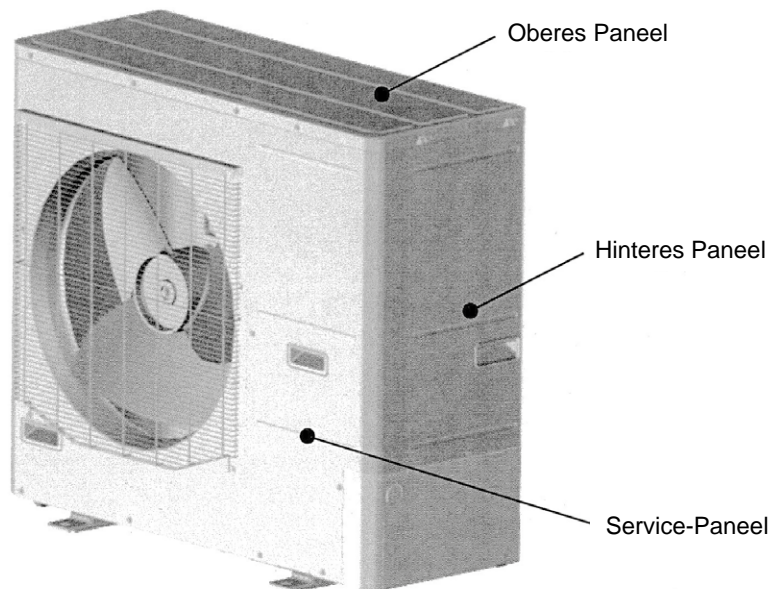

Abb. 1 Außengerät - Gesamtansicht
- a) Nach Unterbrechung des Leistungsschalters das Service-Paneel, das obere Paneel und das hintere Paneel ausbauen. (Siehe Abb. 1.)